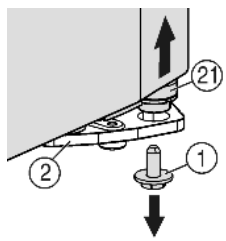

Fig. 5
- Unten rechts am Lagerbock die Sicherungsschraube Fig. 5 (1) herausdrehen.
- Der Lagerbolzen Fig. 5 (21) löst sich aus dem Lagerbock Fig. 5 (2).
- Falls sich der Lagerbolzen Fig. 5 (21) nicht löst, den Bolzen von unten herausdrücken.
- Sicherungsschraube *Fig. 5 (1)* unten in den Lagerbolzen eindrehen und festziehen (**mit 4 Nm**).